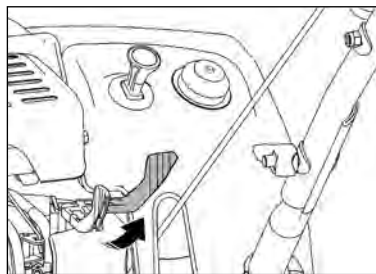

Рис. 10
4. Переведите рукоятку воздушной заслонки в положение «закрыто» (рис. 10).